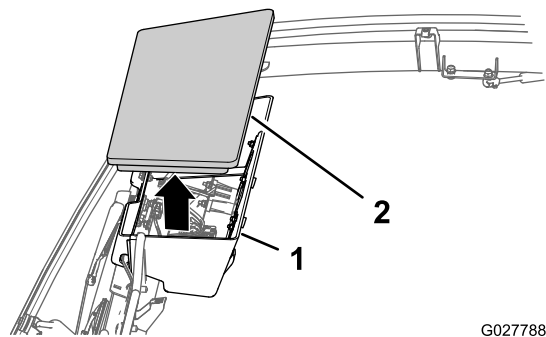

Bild 14
3. Nehmen Sie die Blende von der Dachkonsole ab (Bild 14).